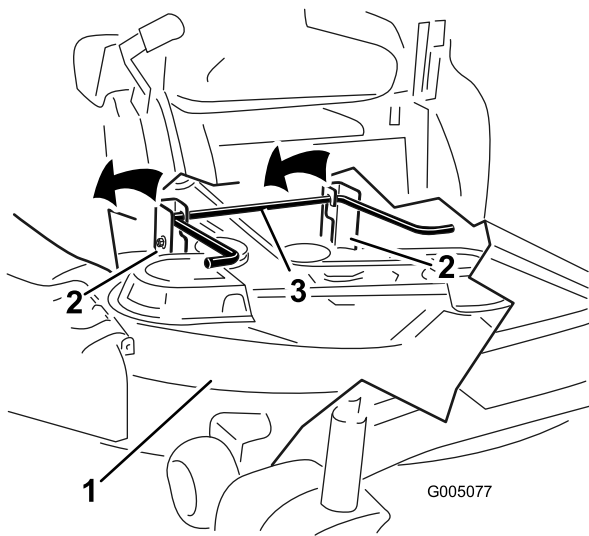

Figura 57
6. Eleve la carcasa de corte y separe ésta y las pletinas de suspensión de la varilla de elevación trasera; luego baje el cortacésped con cuidado al suelo (Figura 57).
5. Eleve la parte trasera de la carcasa de corte y coloque las pletinas de suspensión sobre la varilla de elevación trasera (**Figura 57**).